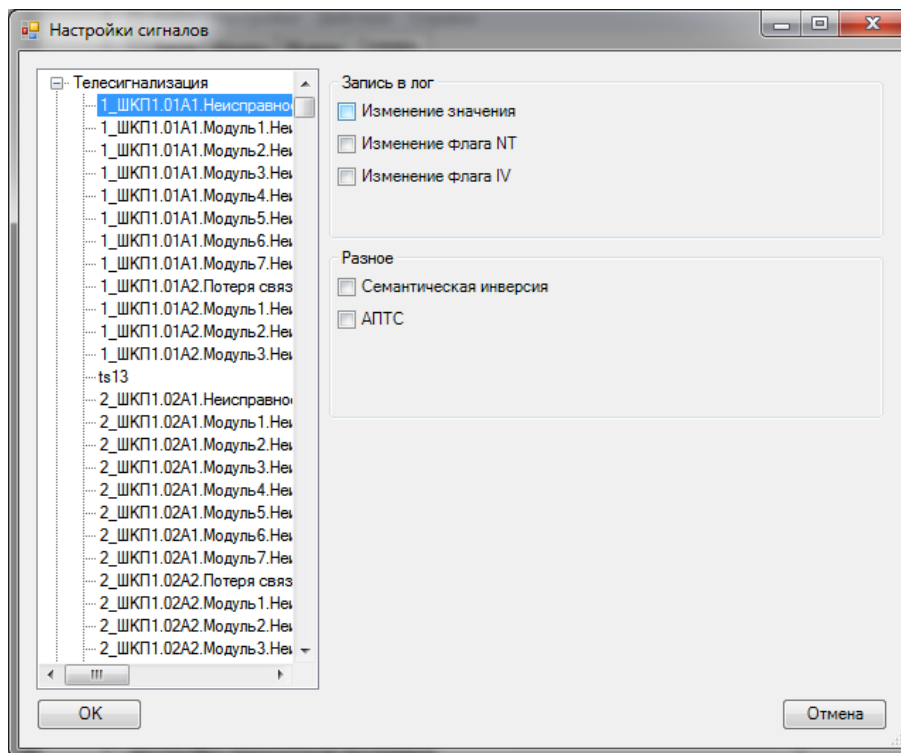

Рисунок 15. Настройки сигналов
- Настройки сигналов (см. Рисунок 15) - Настройка ТС, ТИ и DP в части записи в лог, принадлежности к обобщенному АПТС.